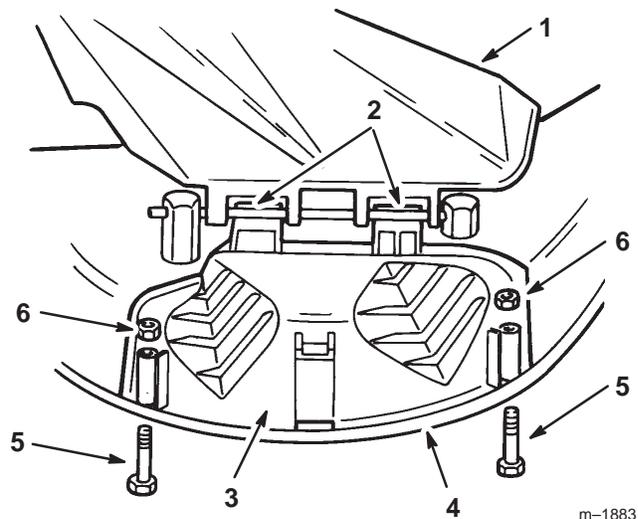

Abbildung 13
2. Das Grasablenkblech anheben und die Zungen oben an der Auswurfkanalabdeckung unter die Haltestange des Grasablenkblechs schieben. Die Auswurfkanalabdeckung über die Öffnung und auf die untere Lippe des Mähwerks herunterdrehen (Abb. 13).
3. Die Auswurfkanalabdeckung mit Schrauben und Muttern an der unteren Lippe des Mähwerks befestigen (Abb. 13).